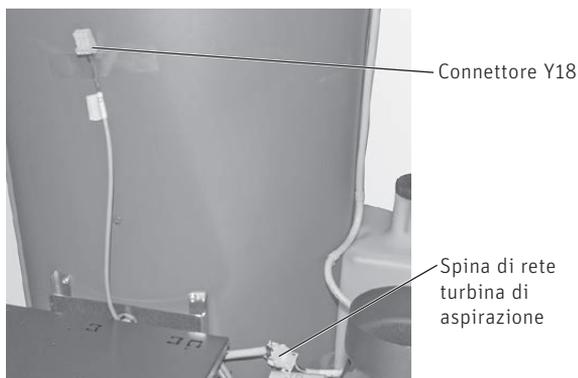

Fig. 52 Inserire la spina di rete della turbina di aspirazione
- ▶ inserire la spina di rete della turbina di aspirazione – Fig. 52.